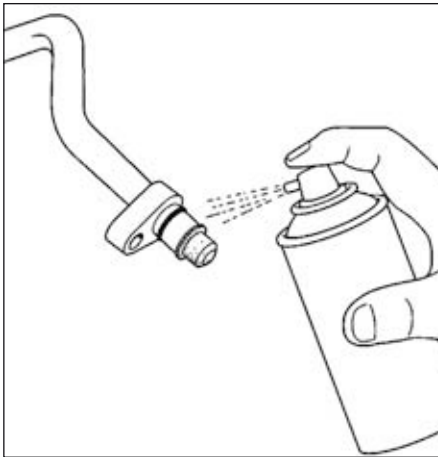

FIG.49
- Nettoyer la surface et les joints des tuyaux de liaison (Fig.49).